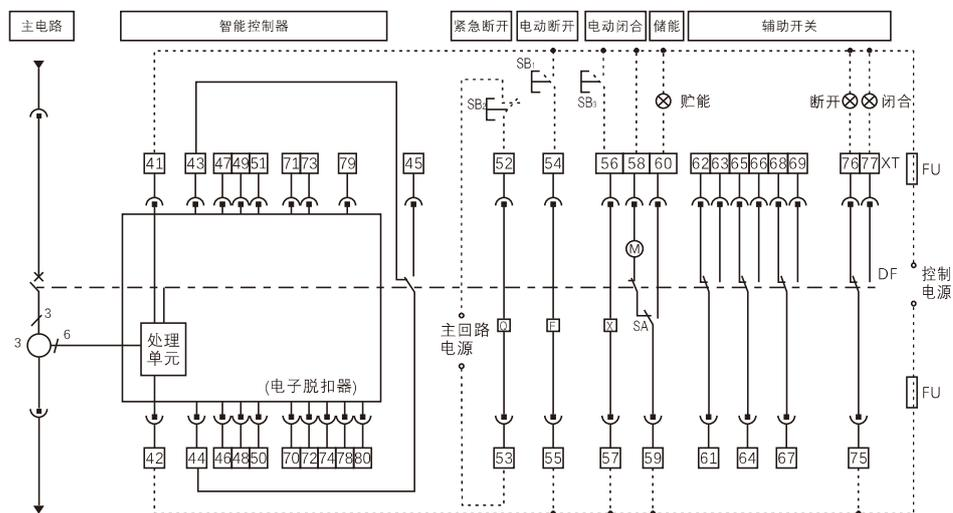

图13b 1000A、1600A H型智能型万能式断路器二次接线图
• CFW1-1000(200~1000A)、1600(1250~1600A)断路器H型控制器二次回路接线图, 见图13b